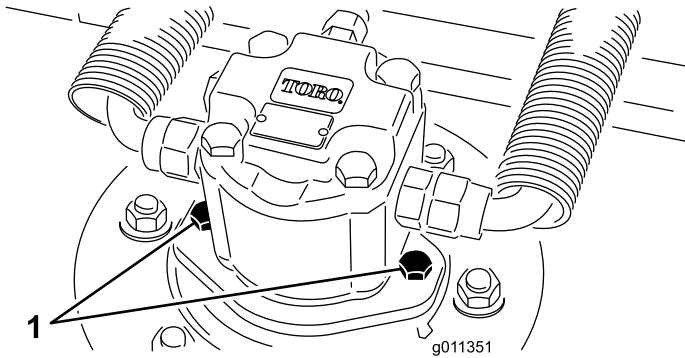

図 71
2. カッティングユニットから油圧モータを外す 図 71。異物につかないように、スピンドル上部にはカバーを掛けておく。
4. デッキに油圧モータを取り付ける 図 71。Oリングを忘れずに、また、損傷させないように注意して取り付ける。